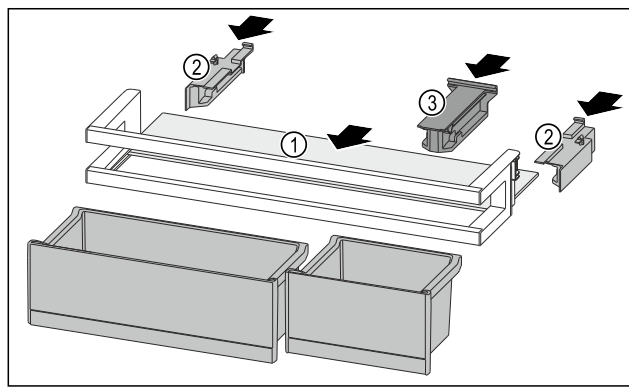

Fig. 216
- Всуньте полицю Fig. 216 (1) в бокові пази.
- Вставте бічні елементи Fig. 216 (2).
- Вставте кріпильний елемент Fig. 216 (3).